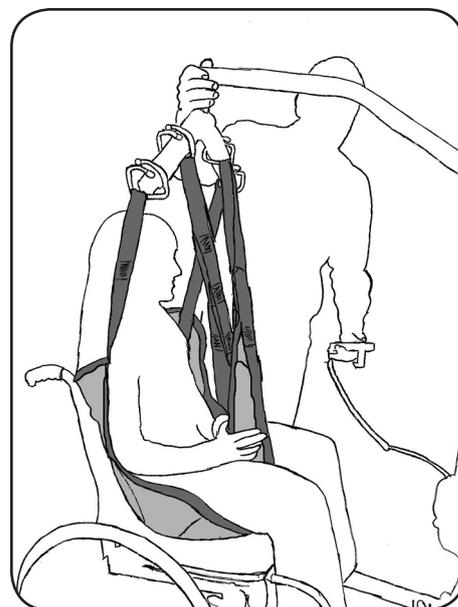

Abb. 8.3.03 – Anheben des Patienten
9. Heben Sie den Patienten mit dem aks-Patientenlifter an (Abb. 8.3.03). Beobachten Sie dabei den Patienten und die Straffung des Liftergurtes. Korrigieren Sie gegebenenfalls den Sitz des Liftergurtes durch erneutes Ablassen des Patienten und Verschieben der ungünstig sitzenden Teile des Liftergurtes. Beobachten Sie während des gesamten Hebevorganges ständig den Patienten und den Sitz des Liftergurtes. Heben Sie den Patienten nur so hoch wie nötig.